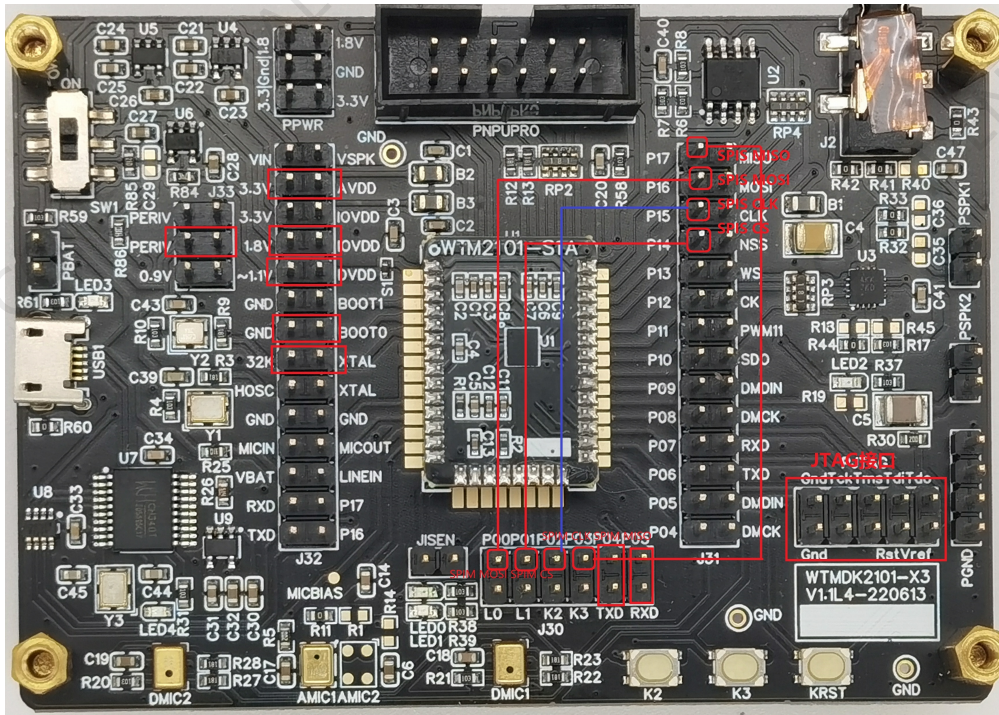

图1. 硬件连接参考图
1. 参考硬件接线图1连接各个跳线（包含参考供电，JLink，SPI等连接）